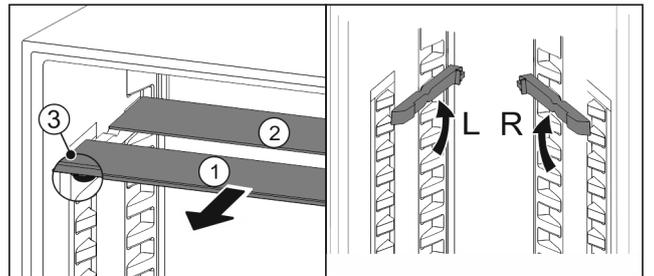

Fig. 77
- ▶ 将玻璃隔板逐个向前拉出 Fig. 77 (1)。
- ▷ 带装饰条的玻璃隔板 Fig. 77 (1)在前。
- ▷ 阻挡装置 Fig. 77 (3)指向下方。